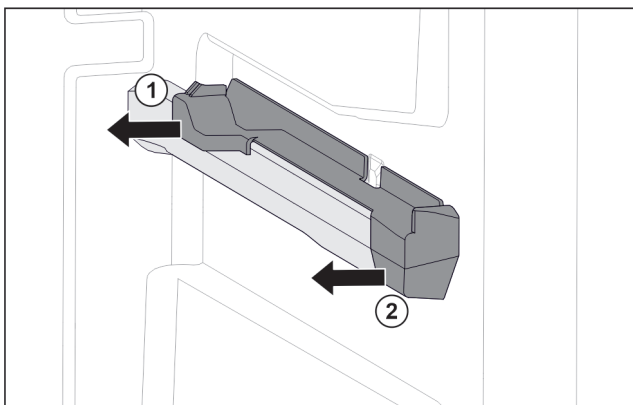

Fig. 58 Наставка върху дясното ребро на съда
- ▶ Изтеглете наставката отзад настрани. Fig. 58 (1)
- ▶ Изтеглете наставката отпред настрани. Fig. 58 (2)